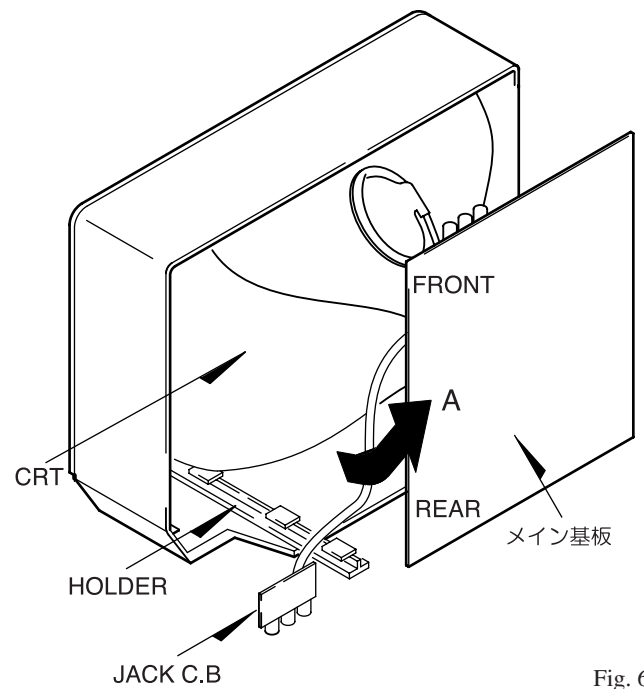

Fig. 6-1
- (1) JACK C.Bのビス×2本を外す。
- (2) HOLDERを外す。
- (3) CN404 (スピーカー) を外す。
- (4) メイン基板をAの方向に立てる。(Fig. 6-1参照)